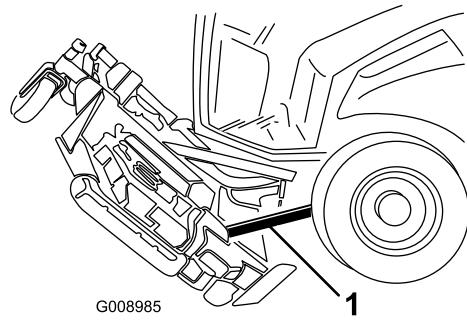

Figura 93
5. Introduzca a presión un listón de madera de 2 x 4 pulgadas entre el borde trasero de la carcasa y la máquina (Figura 93).